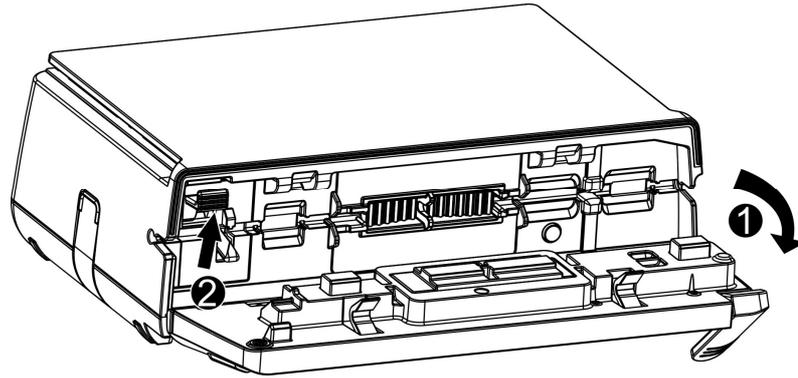

Fig. 4-2 Instalação de infusão Conjunto 1
- 1) Passos para a instalação de um conjunto de perfusão: Abra a porta da bomba; transformar o grampo paragem de líquido para cima, para o abrir (ver Fig. 4-2 Instalação de infusão Conjunto 1)